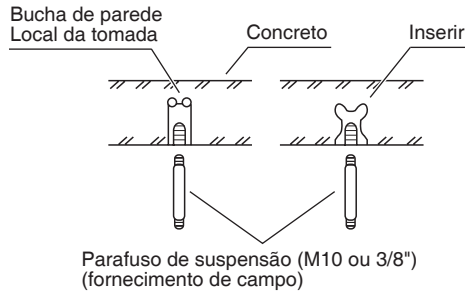

Fig. 3-3
- Colocar os parafusos de suspensão (Fig. 3-3) ou
- (2) Aperte os parafusos de suspensão permitindo que eles sobressaiam a partir do teto (Fig. 3-3). (Cortar o material do teto, se necessário.)